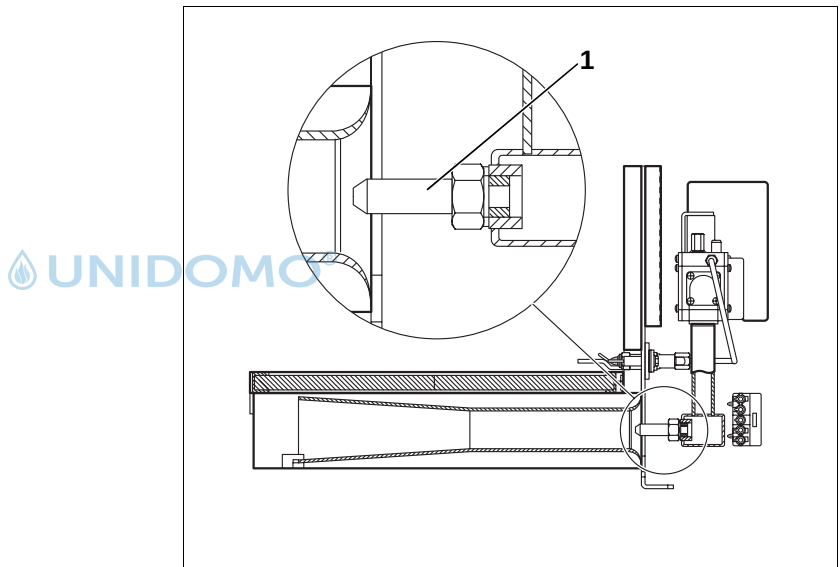

Abb. 32 Hauptgasdüse und Dichtung
- Hauptgasdüse (Abb. 32, **Pos. 1**) und Dichtung wechseln